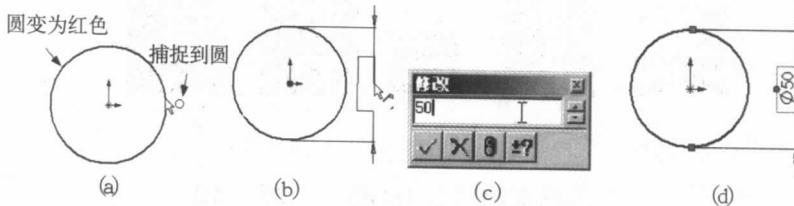

图1.12
(5) 标注尺寸。单击草图绘图工具栏的“尺寸标注”，光标变为 \downarrow 。移动鼠标到圆上直到圆变成红色，单击鼠标左键，如图1.12(a)所示。移动鼠标到合适位置单击左键，弹出数值修改对话框，将数值改为50，如图1.12(b)、图1.12(c)所示。单击对话框里的 \checkmark ，完成圆的尺寸标注，同时圆的直径尺寸也变为50mm，如图1.12(d)所示。